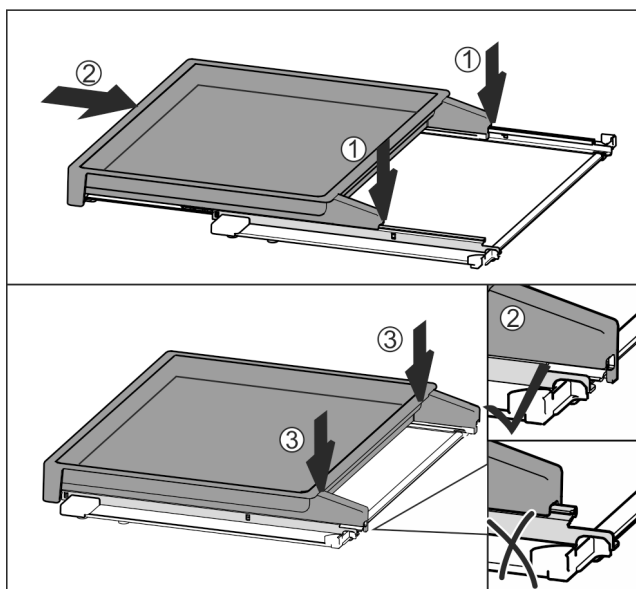

Fig. 41
- ▶ Plateau op het midden van de rails plaatsen Fig. 41 (1).
- ▶ Uitschuifplateau volledig erin schuiven Fig. 41 (2).
- ▶ Tegen de achterkant drukken tot deze hoorbaar vastklikt Fig. 41 (3).